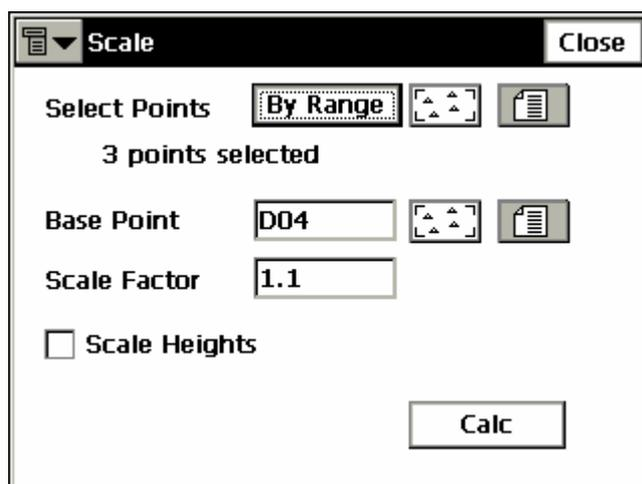

Рисунок 8-17. Масштаб
1. Выберите точки, для которых необходимо осуществить операцию. В поле *Select points* (*Выберите точки*) нажмите кнопку **By Range** (**По промежутку**) и задайте промежуток имен точек или выберите точки, используемые при операции масштабирования, из списка или на карте (рис. 8-17).